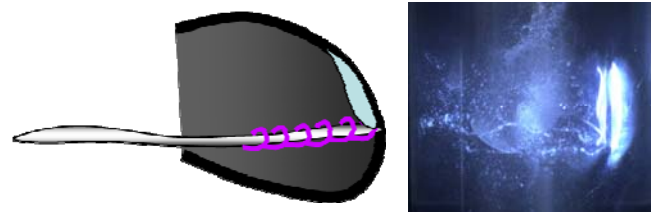

図9 スクリューの渦に生じるキャビテーション
④ スクリューに生じる泡 キャビテーションは、ポンプや船のスクリューなどにも発生します。図9には、スクリューの模型の先端の渦に生じるキャビテーションの様子を示します。渦の中心は圧力が低いので、渦の中心にキャビテーションが発生します。なお、模型は、1分間に約3,000回で回転していますが、フラッシュランプも1分間に約3,000回光っているので、羽根が止まって見えます。